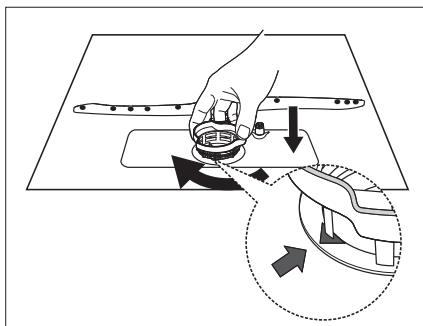

Abb. 21
- Um das Filtersystem wieder einzusetzen, gehen Sie in umgekehrter Reihenfolge vor. (siehe **Abb. 21**)